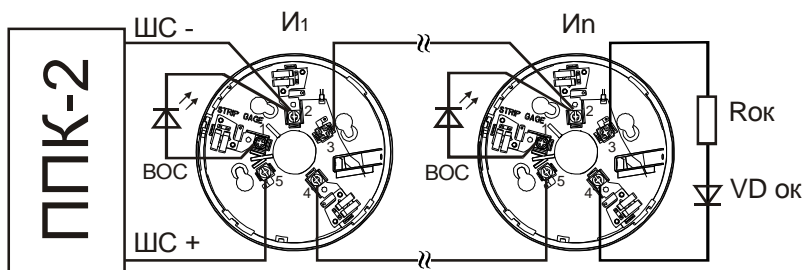

Рис. 1. Подключение извещателей серии ПРОФИ к пультам типа ППК-2
- Извещатели устанавливаются в базы В301RU (рис. 1).